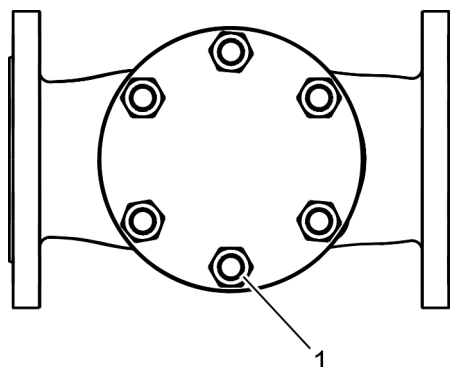

Fig. 7 : Dévissage des écrous (le nombre d'écrous/de goujons filetés peut varier)
1. ➔ Dévisser uniformément les écrous du couvercle anti-retour (Fig. 7 /1).